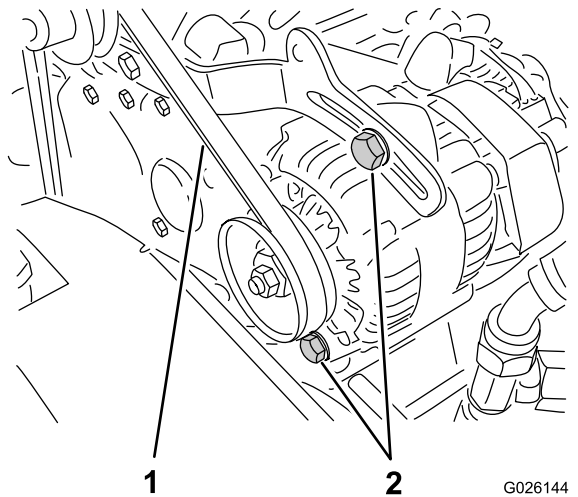

Figura 68
2. Verifique a tensão pressionando a correia a meio curso entre a cambota e as polias do alternador com uma força de 10 kg (Figura 68).
- A. Desaperte os 2 parafusos de fixação do alternador (Figura 68).
- B. Utilizando um pé de cabra, rode o alternador até atingir uma tensão adequada da correia; depois, aperte os parafusos de montagem (Figura 68).